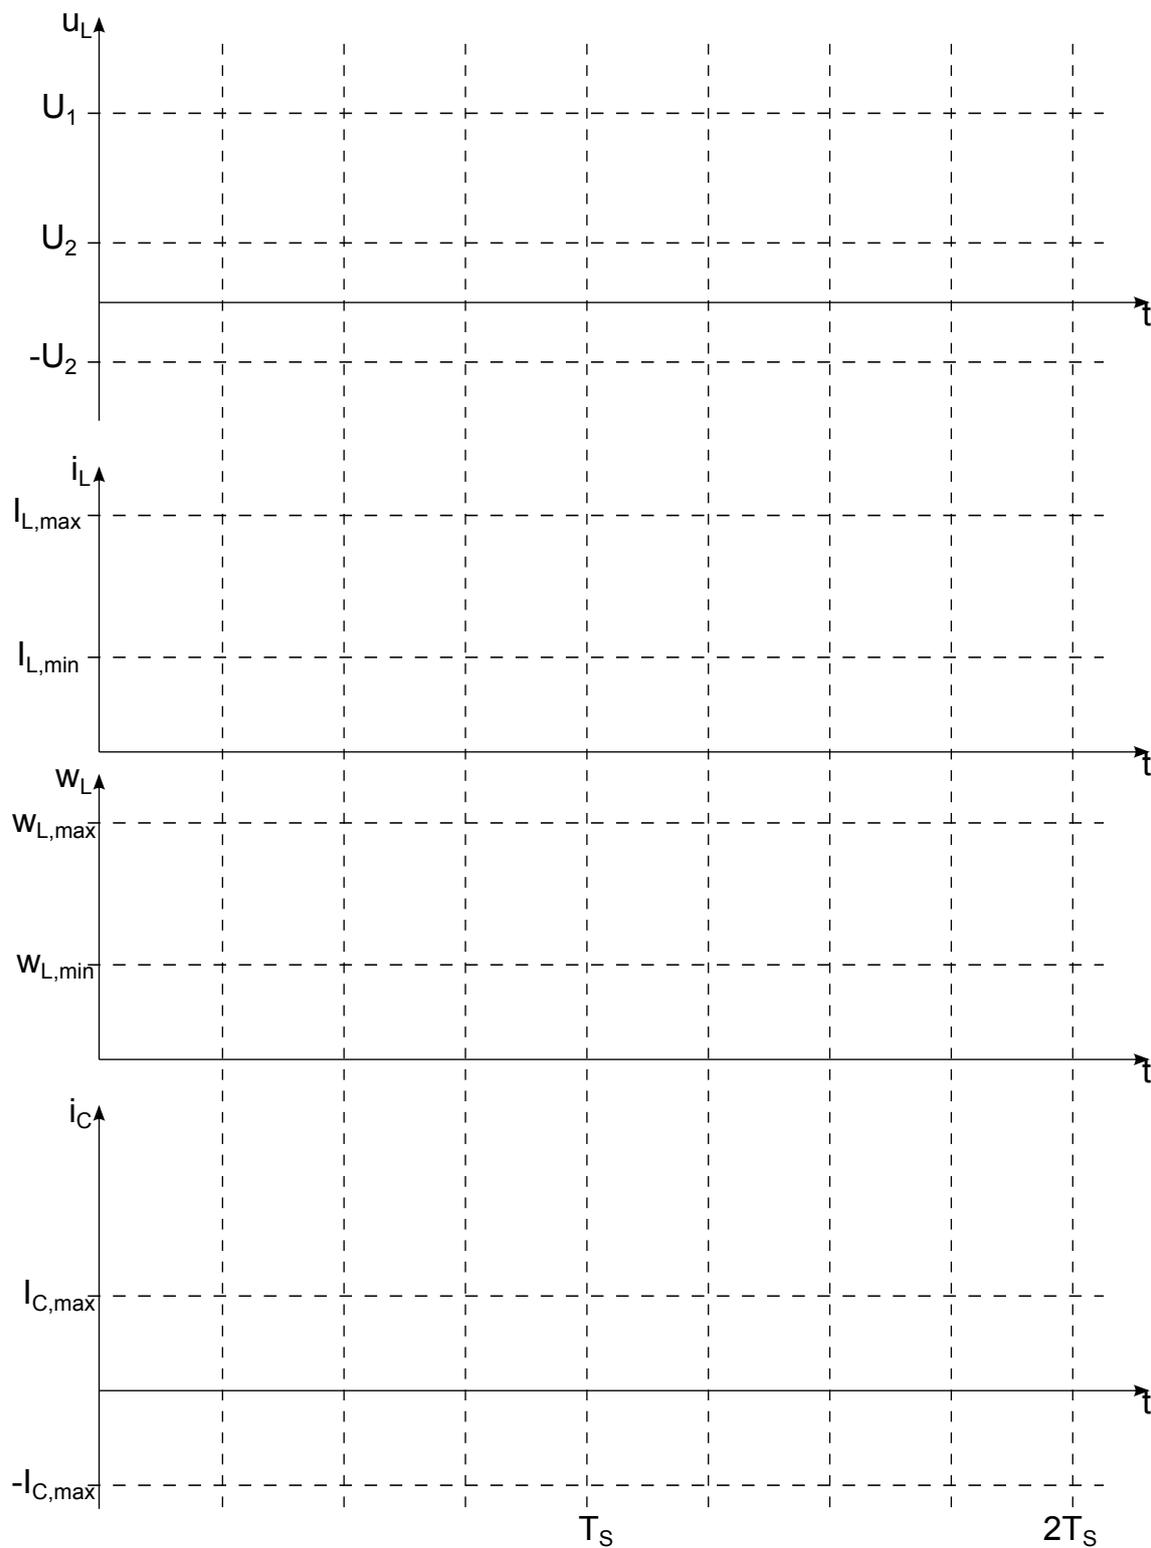

Abbildung 2.2: Verlauf von $u_L(t)$, $i_L(t)$, $w_L(t)$ und $i_C(t)$
2. Skizzieren Sie in Abbildung 2.2 für das Tastverhältnis $D = 0,25$ folgende Verläufe: